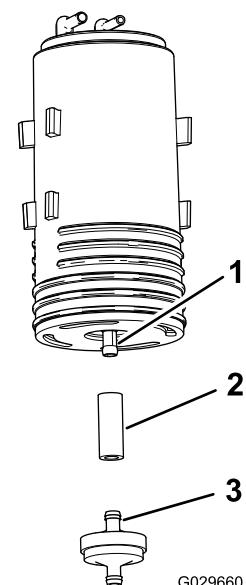

Figura 47
4. Retire el filtro del cartucho de carbón y la sección corta de manguera del acoplamiento inferior del cartucho de carbón antiguo (Figura 47).
5. Instale la manguera en el acoplamiento inferior del cartucho de carbón nuevo (Figura 47).
6. Introduzca el acoplamiento de un filtro del cartucho de carbón nuevo en la manguera (Figura 47).